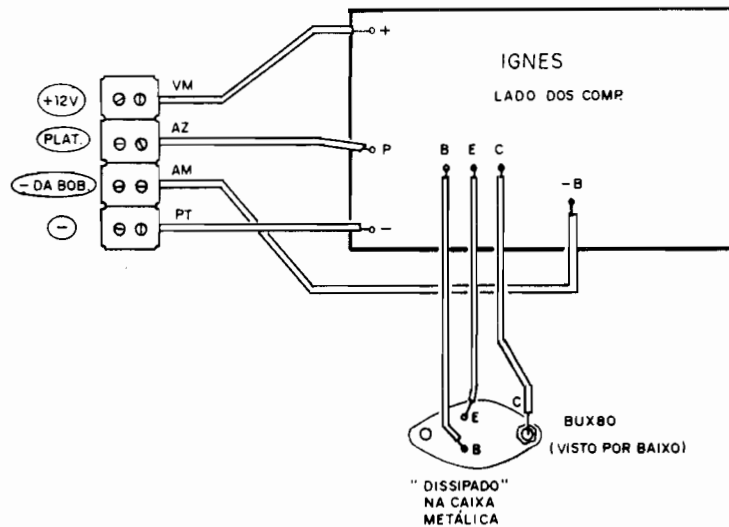

Fig.5
- FIG. 5 - CONEXÕES EXTERNAS À PLACA - Ainda vista pelo lado não cobreado, a placa traz, agora, suas conexões externas... Basicamente, tais ligações se resumem naquelas que vão à barra de 4 segmentos de conectores parafusáveis tipo "Sindal", destinados à instalação final da **IGNES**, e às conexões ao transistor **BUX80** (já que este não fica - como os demais componentes - sobre a placa...). Convém que todas as ligações sejam curtas, feitas com cabos isolados de calibre não muito "modesto" (porque a maioria dos percursos será de Corrente relativamente elevada...). Observar ainda as cores sugeridas para as ligações à barra de conectores "Sindal", e cuja codificação permite a fácil identificação dos cabos, tanto nos procedimentos finais de "encaixamento" do circuito, quanto numa eventual e futura manutenção... É também **importante** a correta identificação de cada um dos 4 terminais de instalação, já que das suas perfeitas ligações dependerá não só o funcionamento do circuito, como também a própria "integridade" dos componentes...